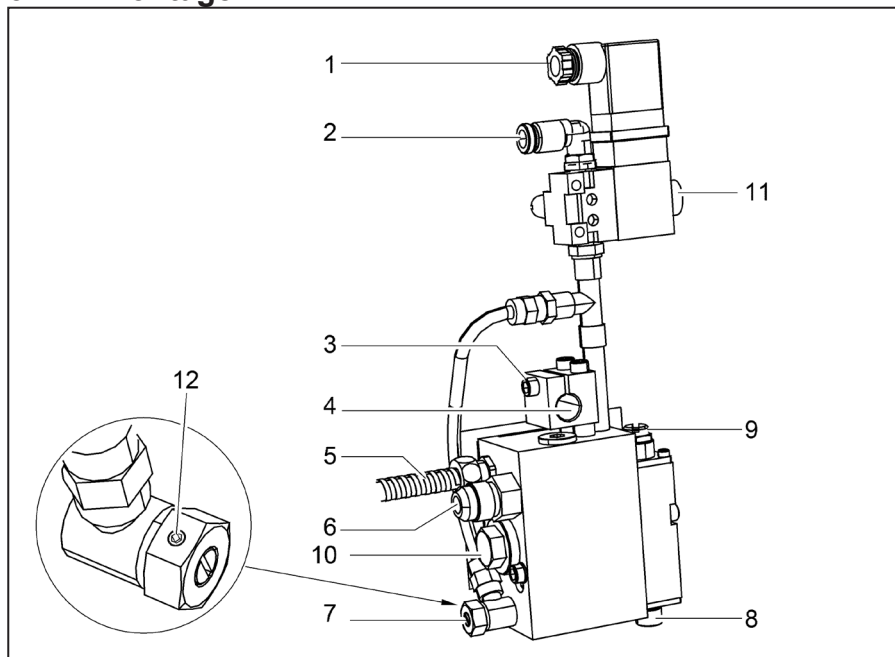

Bild 2: Aansluitingen
1. Draai de schroef (afbeelding 2/3) los met een inbussleutel.
2. Schuif de opening (afbeelding 2/4) van de klem over de bevestigingsstang (12 mm Ø).
4. Draai de schroef (afbeelding 2/3) vast.
3. Steek de stekker (afbeelding 2/1) van de kabel voor de aansturing van het magneetventiel op.
5. Verbind de aansluitstekker aan het eind van de kabel (afbeelding 2/5) met de contrastekker op de verwarmbare slang.
Verbind de persluchttoevoer (snelkoppeling PK 6) met de aansluiting (afbeelding 2/2).
3. Schroef de verwarmbare slang vast op de aansluiting (afbeelding 2/6) met een steeksleutel (SW 17 of SW 19). Borg de lijmkop daarbij met steeksleutel SW 18.
- Draai de kontraschroef (afbeelding 2/12) los met inbussleutel 1,5 mm.
- Open de instelschroef voor de hoeveelheid sproeilucht (afbeelding 2/7) volledig door naar links te draaien (sleufschroef).
- Stuur het magneetventiel handmatig aan (afbeelding 2/11), zodat er lijm vrijkomt
- Stel de fijne instelling van de hoeveelheid sproeilucht af met de instelschroef (afbeelding 2/7)
- Instelschroef voor de hoeveelheid sproeilucht (afbeelding 2/7)
- Diameter nozzle (afbeelding 2/8)